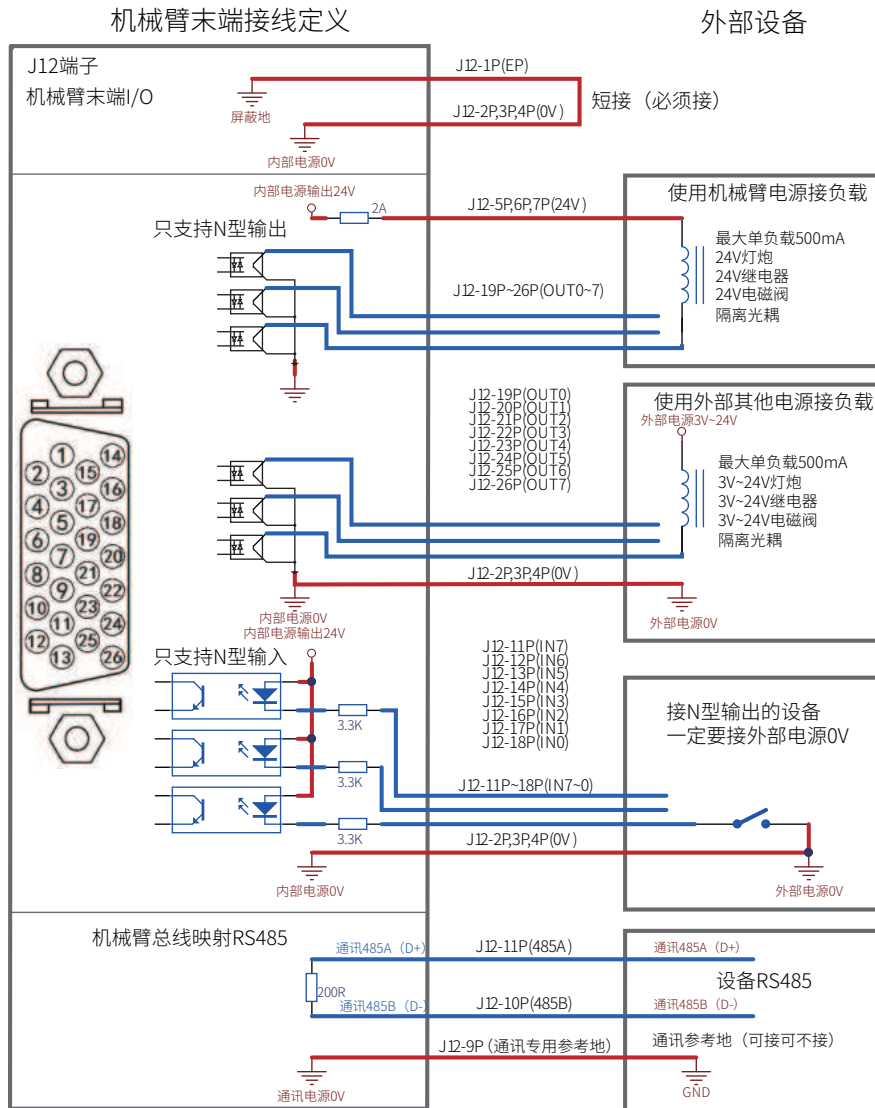

图 5
- (1) J10B为4芯直通线航空插头通到底座J10A;
- (2) J11B为4芯直通线航空插头通到底座J11A.
7. J12接口SCSI-26P内部电路设计 (图5所示)